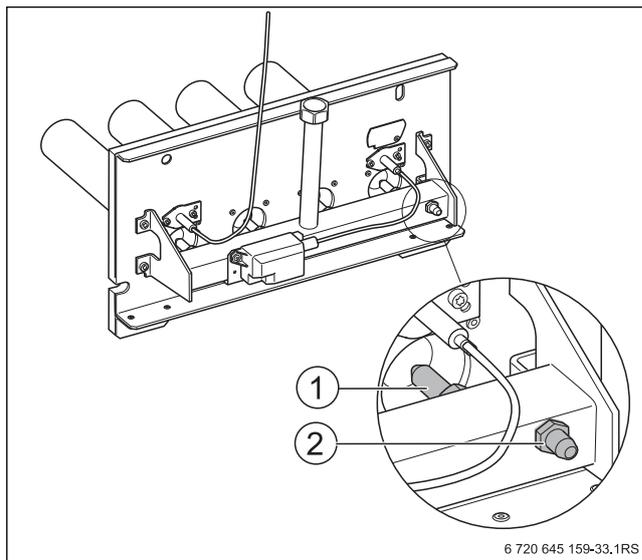

Рис. 56 Замена форсунок основного газа
- ▶ Замените форсунки основного газа (→ рис. 56, [1]) на форсунки для нового вида газа. При этом нужно установить новые уплотнения.